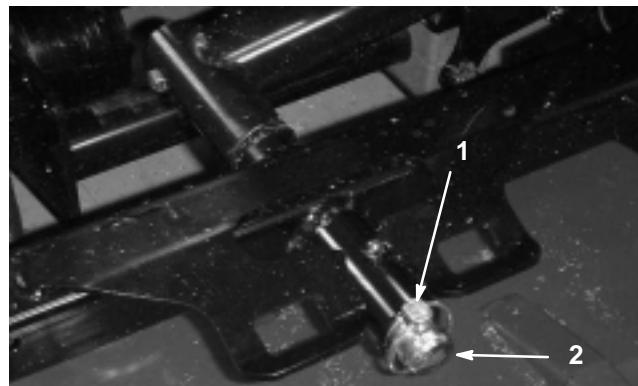

Bild 10
3. Nehmen Sie den Klappstecker oder die Befestigungsmutter (nur GM4700) ab, mit der der Trägerrahmen des Mähwerks am Hubarmgelenkstift befestigt ist (Bild 10).
3. Schieben Sie den Mähwerk-Trägerrahmen auf den Hubarmgelenkstift. Befestigen Sie ihn mit dem Klappstecker oder der Befestigungsmutter (nur GM 4700) (Bild 10).